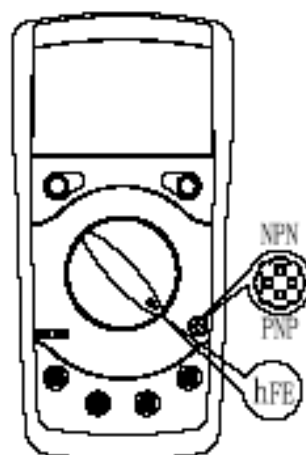

figura 7
H. MEDICION DE TRANSISTOR (VEA FIGURA 7)